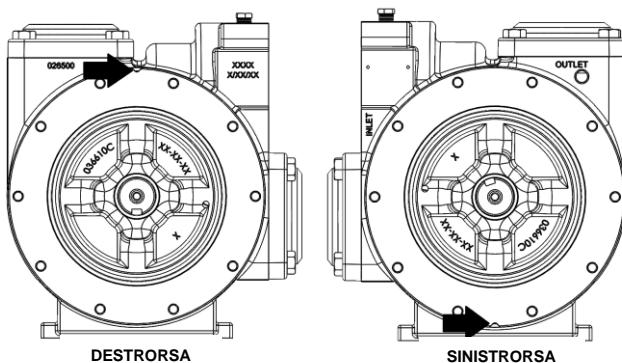

Figura 12 – Orientamento dell'interno testata
8. Installare l'o-ring dell'interno testata (72) sull'interno della testata (20). È possibile usare un lubrificante ad alta viscosità e chimicamente compatibile per facilitare l'installazione dell'o-ring.
9. Installare il gruppo interno testata e cuscinetti (20) sul cilindro pompa, con la tacca a V rivolta verso l'alto, verso il fondo del cilindro per i gruppi destrorsi e verso il basso per i gruppi sinistrorsi. Vedere Figura 12. Assicurarsi che la